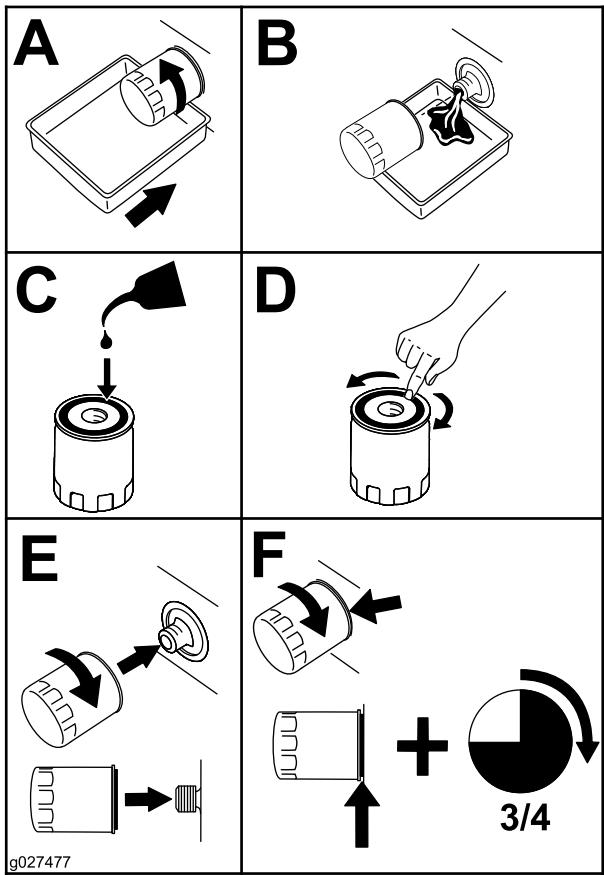

Figura 100
6. Cambie el filtro de aceite del motor como se muestra en la Figura 100.